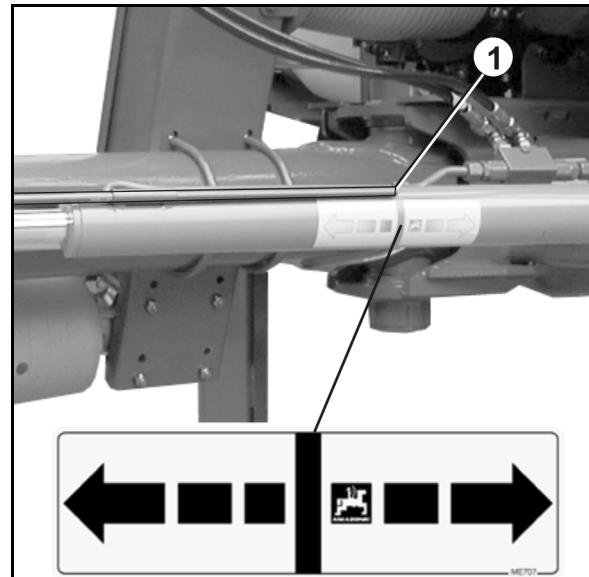

Fig. 39
1. Acționați unitatea de comandă *albastru* de la tractor până când proțapul se află în poziția zero (Fig. 39/1).